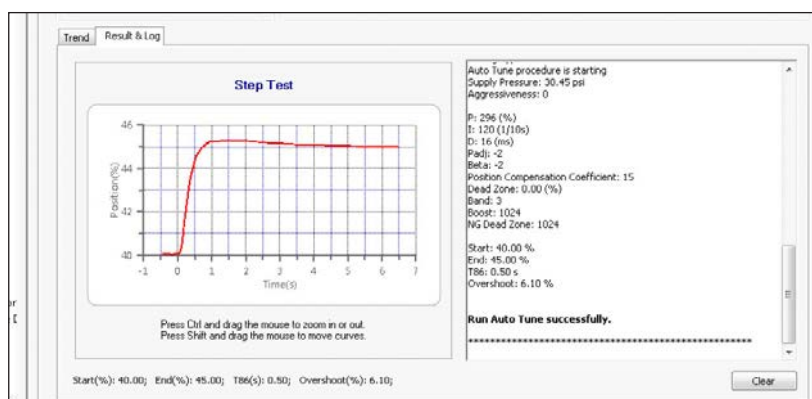

Рисунок 76 - Успешное выполнение автоматической настройки
5. После завершения появится окно *Results and Log (Результаты и журнал)* (Рисунок 76).